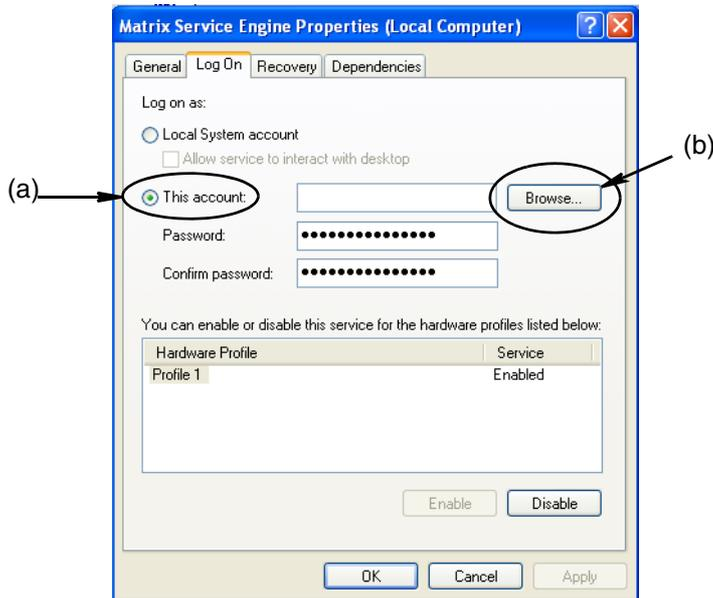

ABB. 58
- f. Wählen Sie „Dieses Konto“ (a) (ABB. 58).
- g. Klicken Sie auf die Schaltfläche „Durchsuchen“ (b) (ABB. 58).
- Wenn der angegebene Name gefunden wird, wird erneut das Fenster aus ABB. 58 angezeigt. Geben Sie das Passwort für Ihren Computer an. Geben Sie im Feld „Passwort bestätigen“ genau dasselbe Passwort noch einmal ein.